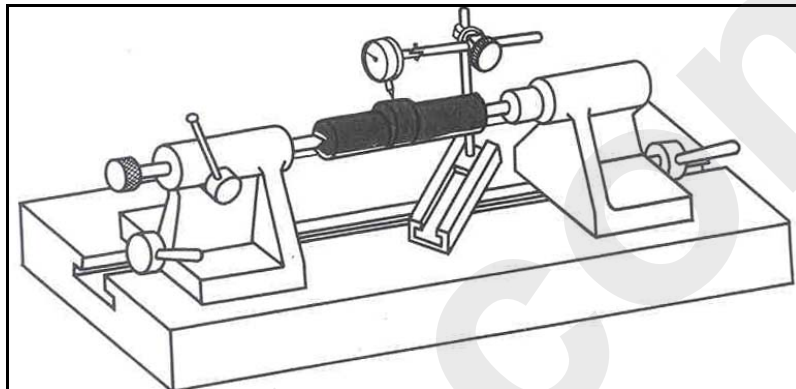

Figura 34 – Verifica dell'eccentricità del pezzo.
4. Se necessario, verificare l'eccentricità del pezzo, utilizzando un comparatore e facendo ruotare lentamente il pezzo (a mano) dopo averlo fissato tra le punte (vedere la **Figura 34**).